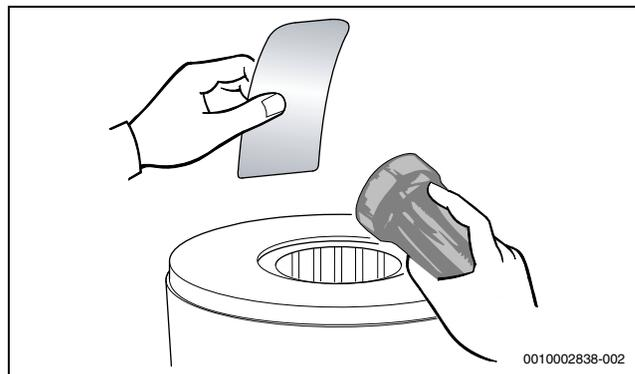

Fig. 119 Contrôler la présence de résidus dans le corps de chauffe
- ▶ Contrôler à nouveau la présence de résidus dans le corps de chauffe (→ fig. 119).